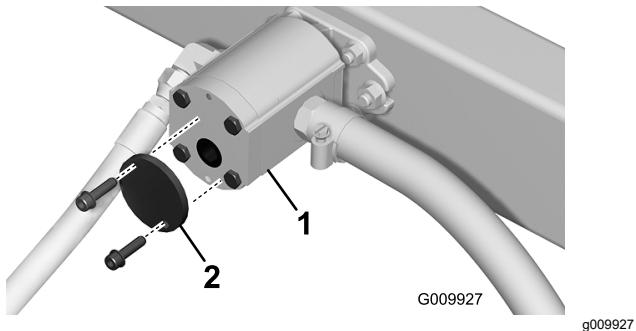

Рисунок 4
- Тщательно очистите место вокруг торцевой крышки гидравлического насоса для предотвращения попадания грязи в насос (Рисунок 4).
- Выверните два болта крепления торцевой крышки к гидравлическому насосу и снимите торцевую крышку (Рисунок 4).